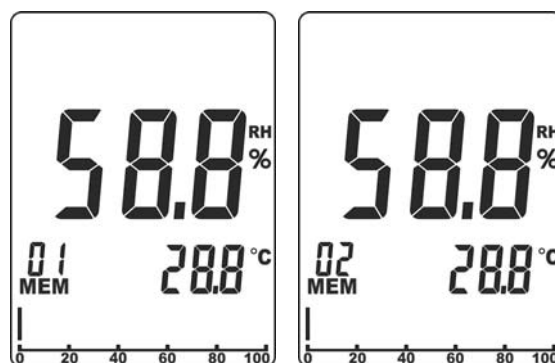

Fig. 3: Salvataggio dei risultati di misura
1. Con risultato presente a display (vedere Fig. 3 – parte sinistra) premere e mantenere premuto (>2s) il tasto **MEM/ALM** fino a sentire un suono dallo strumento
2. Il risultato di misura è salvato nella locazione indicata nella parte bassa del display (vedere Fig. 2 – parte 15) e automaticamente lo strumento mostra la locazione successiva disponibile (vedere Fig. 3 – parte destra)